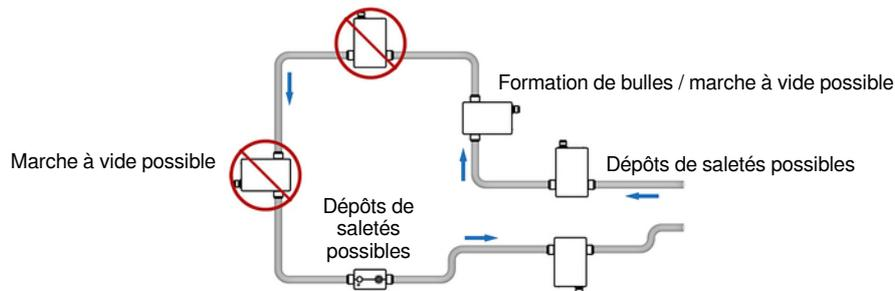

Fig. 2
- Conformément au schéma (Fig. 2), l'appareil a besoin de sections droites en amont et en aval (d'un Ø équivalent à ses connexions) les plus longues possibles.